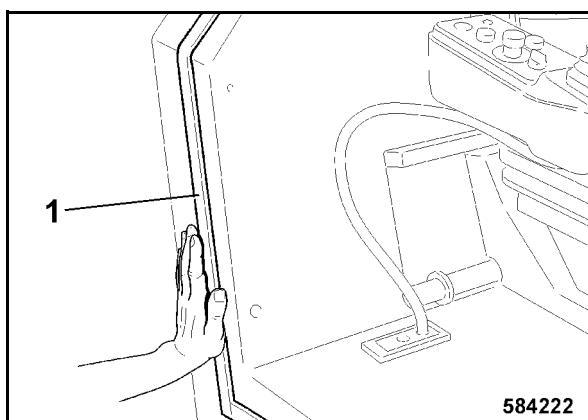

Bild 183
- Liimaa mukana toimitettu tiivistenauha 1 (Bild 183) ohjaamon reunaan.